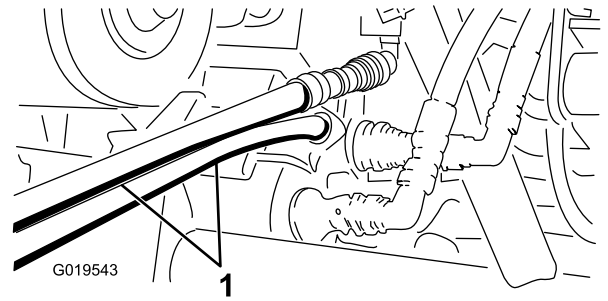

Figura 68
- En la otra máquina, conecte las dos mangueras al acoplamiento que permanece todavía en el soporte de acoplamiento (Figura 68).